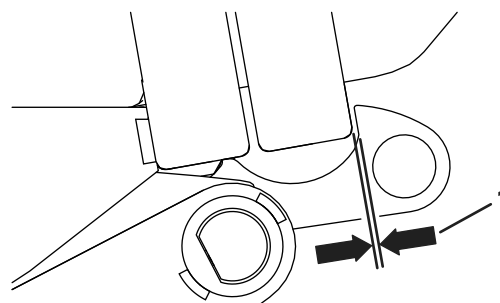

Рисунок 5
- Проверьте зазор между крюком и закрытой дверцей бункера. Убедитесь в том, что зазор составляет 2 мм, и при необходимости отрегулируйте его (Рисунок 5).